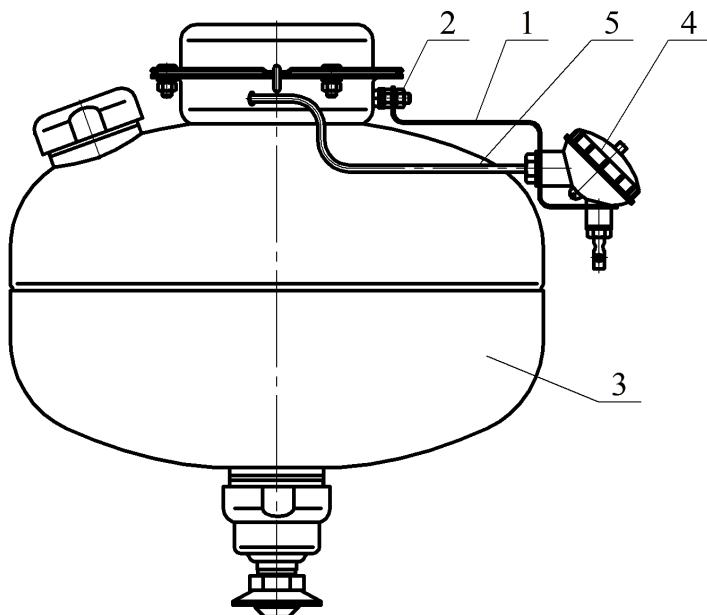
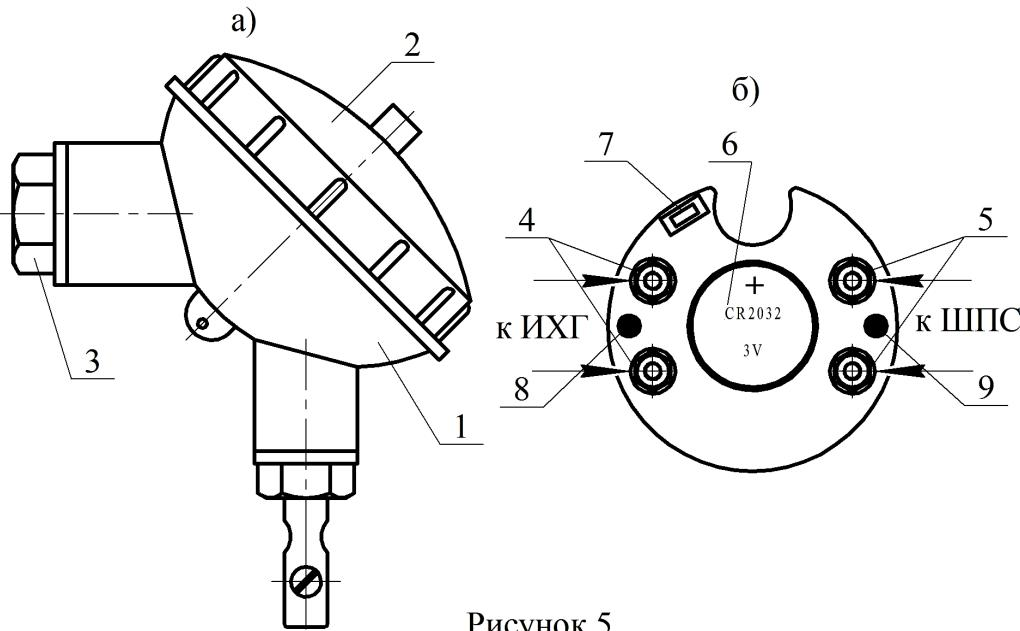

Рисунок 3
Рисунок 5
4.3.1.1 На кронштейне 1, закрепленном гайкой 2 на фланце МУПТВ 3 (см. рисунок 3), установлен электронный узел запуска 4. Вывода элемента электропускового 5 ИХГ, вставленные в трубку ПВХ, через гермоввод соединены с электронным узлом запуска 4.
6.8.2 Гайкой 2 (см. рисунок 3) закрепить на корпусе МУПТВ кронштейн 1.
6.8.3 С корпуса 1 электронного узла запуска (см. рисунок 5) открутить крышку 2 и винт 3. Через отверстия винта 3 (см. рисунок 5) и кронштейна 1 (см. рисунок 3) в гермоввод электронного узла запуска ввести провода элемента электропускового ИХГ и при необходимости ШПС. Винтом 3 (см. рисунок 5) закрепить на кронштейне электронный узел запуска.